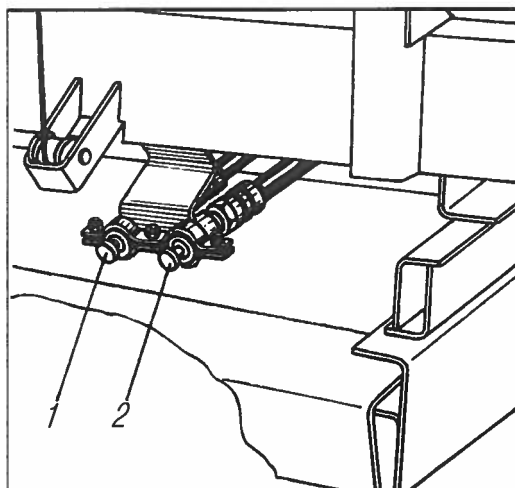

Рис. 20. Гидровыводы:
**Гидровыводы** (рис. 20) для присоединения гидросистемы прицепа расположены в задней части автомобиля под платформой. Через гидровывод 1 осуществляется подъем платформы прицепа, через гидровывод 2 — закрытие ее бортов.